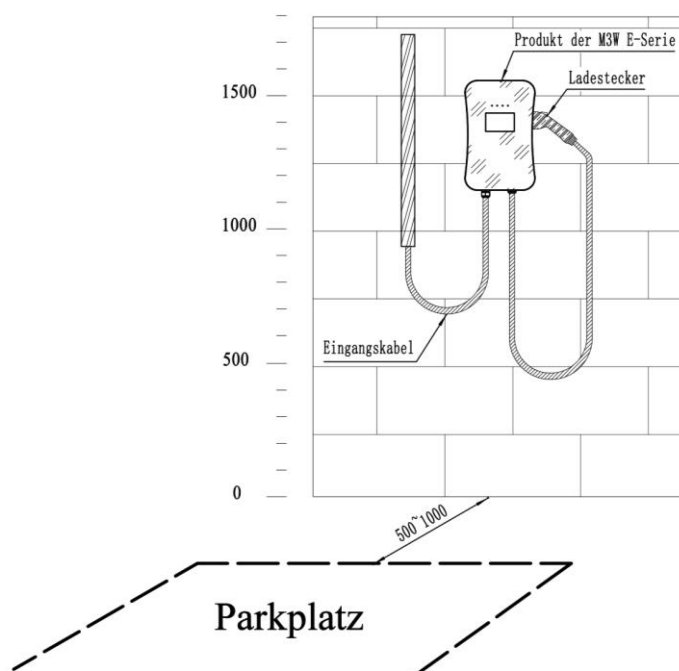

Abb. 5-1 Montieren Sie das Produkt der MA-EVPRO Wallbox an der Wand
- d) Die Montage des Produkts der MA-EVPro Wallbox an der Wand ist in Abb. 5-1 dargestellt.